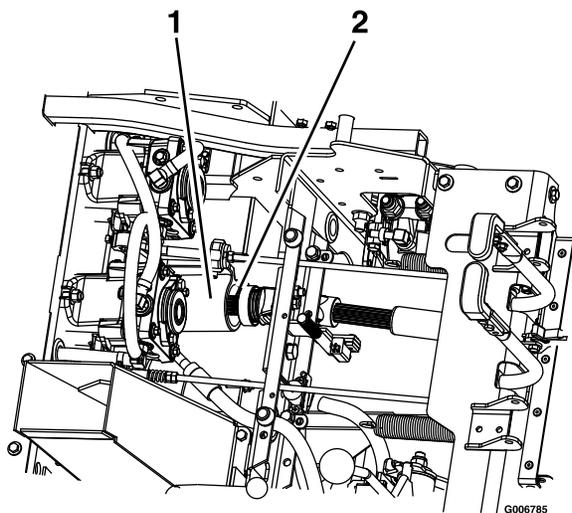

Рисунок 80
9. Разблокируйте сиденье и отсоедините ведущий вал, используя быстроразъемный соединитель на передаточном валу (Рисунок 80). См. раздел Разблокирование сиденья (страница 27)
5. Установите ведущий вал на передаточный вал (Рисунок 80).